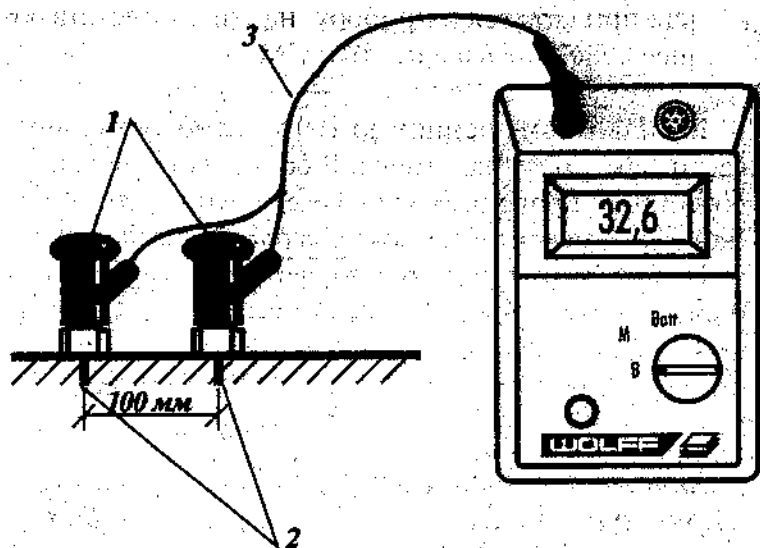

Рис. 8
***Замер влажности с помощью электронных приборов WOLFF № 725410000, 725900000, 725250000 (рис. 8)***